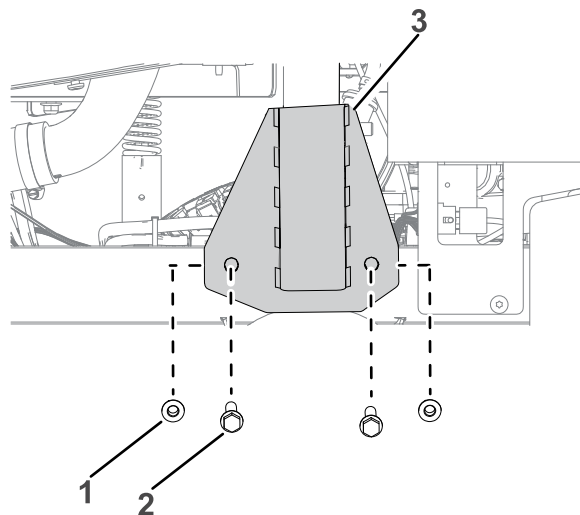

Figura 5
1. Montate il supporto del ROPS sul telaio della macchina sopra all'assale, come mostrato nella Figura 5. Ripetete l'operazione sull'altro lato.